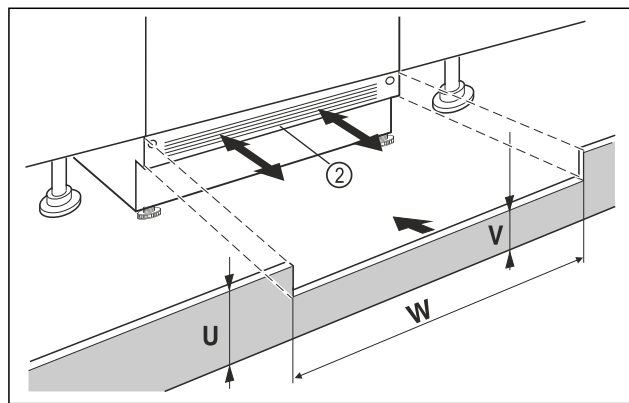

Fig. 98 Ilustrační zobrazení
- Nasadíte krycí lištu spotřebiče Fig. 98 (2) ale ještě nepřípevníte.
- U viditelné krycí lišty Fig. 98 (2) tuto lištu vytáhněte dopředu natolik, až jsou přední hrana větrací mřížky a nábytkové krycí lišty zarovnané.
- Při zakryté krycí liště Fig. 98 (2) tuto lištu zasuněte úplně dozadu.
- Dbejte a zcela volné větrací štěrby: V případě potřeby přirizněte krycí lištu nábytku Fig. 98 (U) na potřebnou výšku!
- Podél šířky výklenku Fig. 98 (W) přizpůsobte výšku můstku Fig. 98 (V) pod krycí lištou spotřebiče Fig. 98 (2).